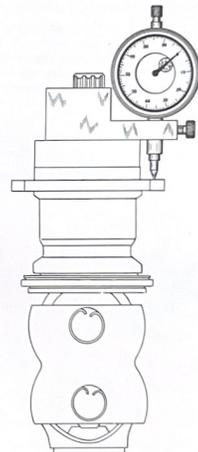

Fig. 3.27.—Medida de la altura del collarín.
3.2.3.10. Reglaje del juego en los rodamientos del diferencial (fig. 3.27 y 3.28).
c) Colocar la regla 1754-T, con el comprobador 2437-T y la alargadera 2443-T, sobre el collarín del soporte, según se indica en la fig. 3.27, con la punta del comprobador apoyando sobre el soporte.